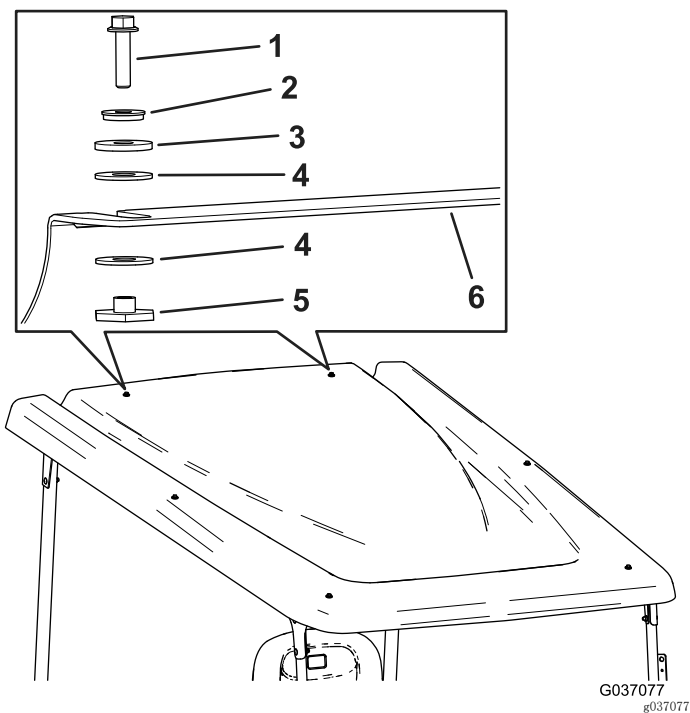

图16
18. 用 2 个六角凸缘螺栓（ $\frac{1}{4} \times 1$ 英寸）、2 个密封垫圈、2 个摩擦垫圈、4 个塑料垫圈和 2 个凸缘轴套将遮阳篷安装到后交联上（图16）。